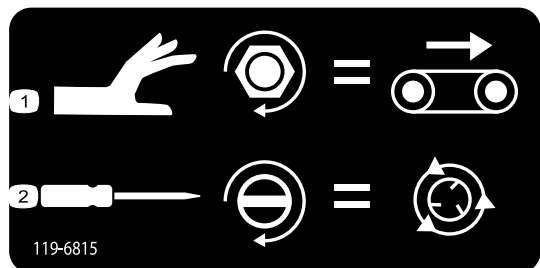

Рисунок 47
- Для регулировки скорости движения транспортера (**Рисунок 47**) необходимо повернуть ручку по часовой стрелке. При отсутствии гидравлического потока используйте максимальную скорость движения ленты транспортера по системе цветовой кодировки. Эта настройка помогает, когда бункер заполнен песком.
- Для регулировки частоты вращения разбрасывателя (**Рисунок 47**) необходимо использовать отвертку с плоским шлицем. Вращение ручки по часовой стрелке приводит в увеличению скорости, вращение против часовой стрелки – к уменьшению скорости.